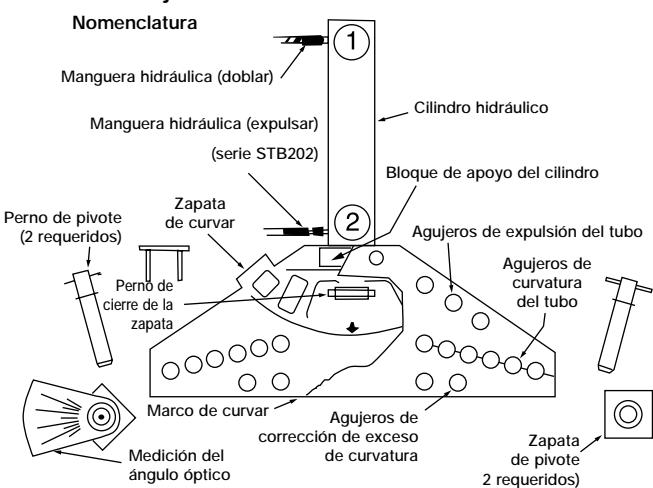

Figura 1, Montaje del curvatubos
4.0 MONTAJE DEL CURVATUBOS (VER LA FIGURA 1)
- Ponga la manguera(s) en la válvula de la bomba. Conecte la manguera (1) al puerto del cilindro (1); la manguera (2) al puerto del cilindro (2). NOTA: la manguera (2) se utiliza exclusivamente con curvatubos de la serie STB-202.